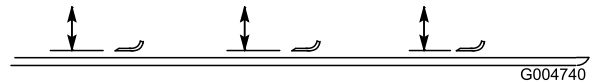

Bild 81
2. Drehen Sie die Schnittmesser, bis die Enden nach vorne und hinten zeigen (Bild 81). Messen Sie von der Innenseite des Mähwerks bis zur Schnittkante an der Vorderseite des Messers. Merken Sie sich dieses Maß.